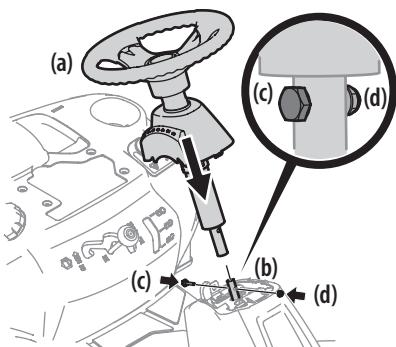

Figure 3
- Abaissez le volant (a) sur la partie inférieure de l'arbre de direction (b) et maintenez-le en place avec la boulon à épaulement (c) et le contre-écrou (d) retirés plus tôt. Voir la Figure 3.